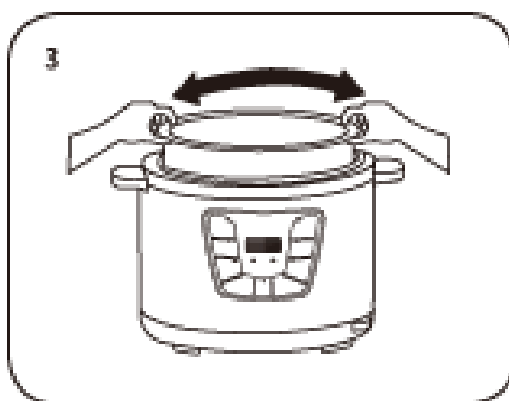

Figura 3
7. Gire levemente a panela interna para que ela se encaixe na placa de aquecimento (como mostra a figura 3).